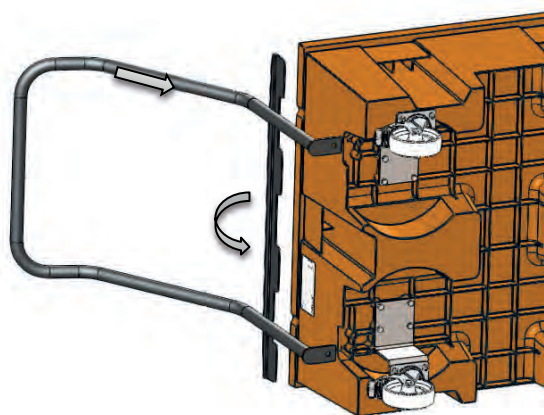

Fig. 4.1.1
- Insérer la poignée de transport (Fig. 4.1.1).